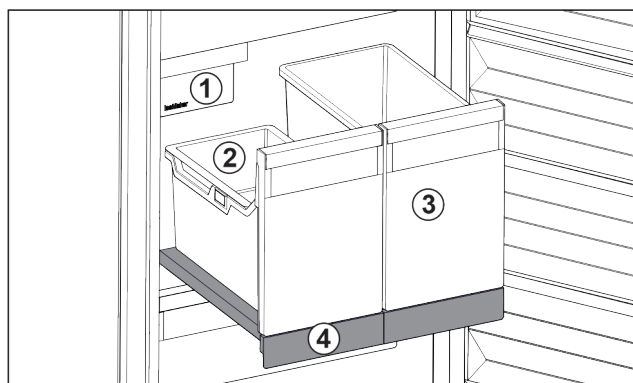

Fig. 40 Uttreksplate med IceTower
- (1) IceMaker
- (2) Isbitbrett
- (3) Beholdere for f.eks. pizza, alkoholholdige drikkevarer
- (4) Uttreksplate
Det er to høye beholdere (IceTower) på uttreksplaten. I beholderen Fig. 40 (2) blir isbiter fra IceMaker samlet og lagret. Beholderen Fig. 40 (3) er egnet for lagring av høye matvarer som f.eks. pizzaer eller alkoholholdige drikkevarer.